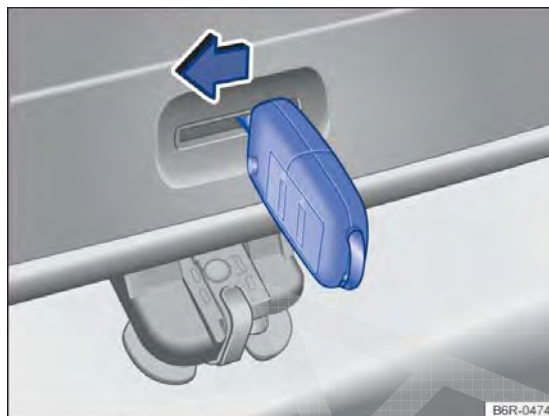

Fig. 157 Do lado de dentro do compartimento de bagagem: destravamento de emergência da tampa traseira.
- Inserir a haste da chave na abertura da tampa traseira → Fig. 157 e pressionar a alavanca de destravamento no sentido da seta, para destravar a tampa traseira. <